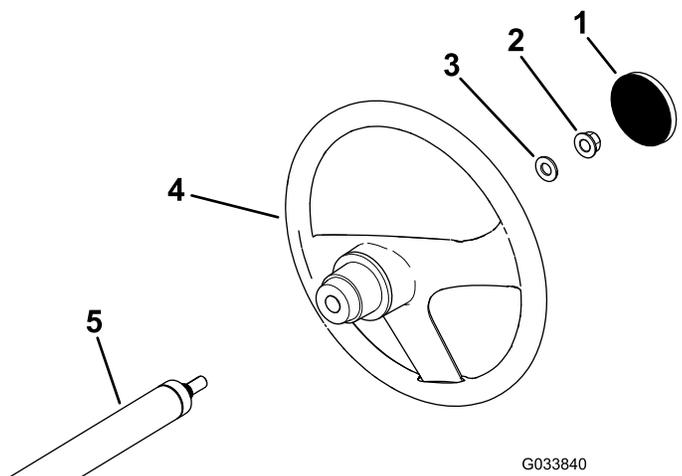

Рисунок 3
1. Если установлена крышка, снимите ее со ступицы рулевого колеса (Рисунок 3).
2. Выверните контргайку (½ дюйма) с рулевого вала (Рисунок 3).
3. Установите рулевое колесо и шайбу (½ дюйма) на рулевой вал (Рисунок 3).
5. Установите крышку на рулевое колесо (Рисунок 3).